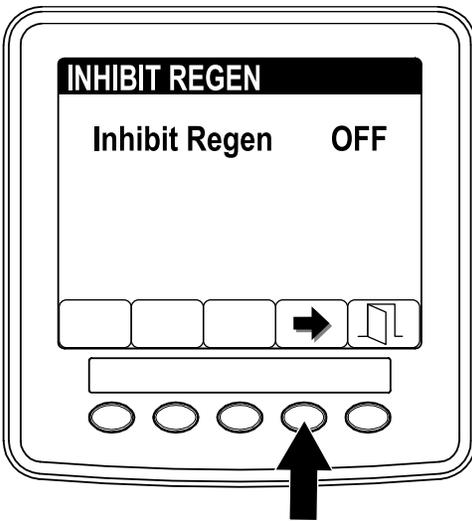

Figura 13
3. Pulse el botón 4 para cambiar el ajuste de inhibición de regeneración de Activado a Desactivado (Figura 13) o viceversa.